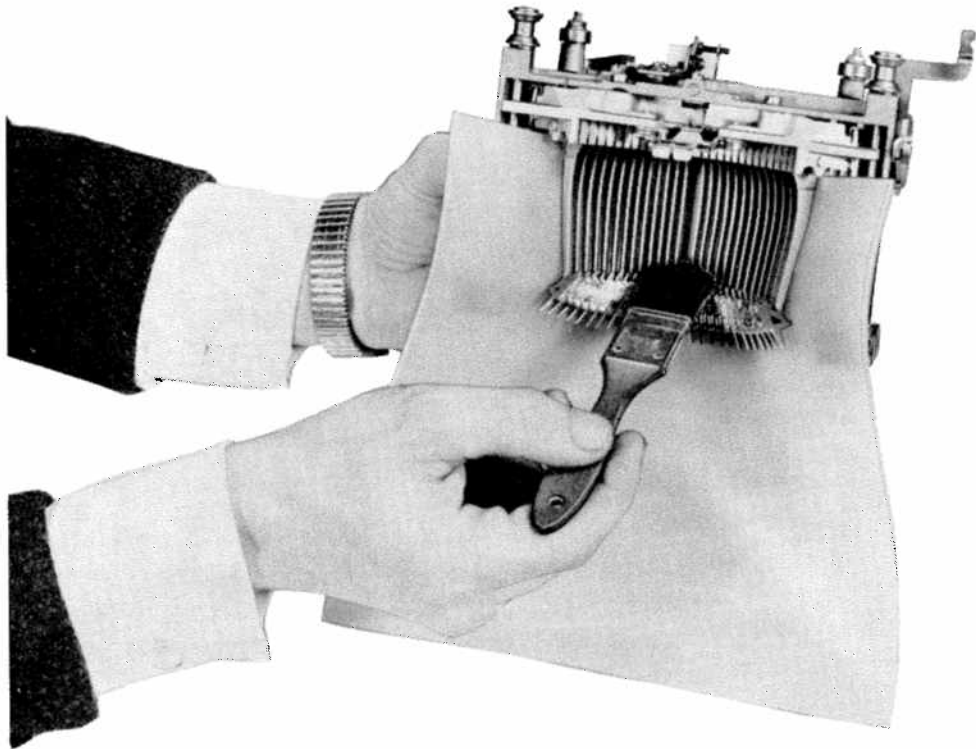

Bild 26
3.3.1.11 För in ett skydd av papper eller plast under typarmarna på typkorgvagnen. Tvätta typerna med sprit 35, bild 26. Torka typerna med putsduk.